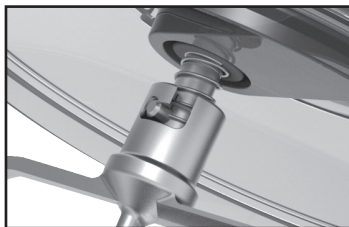

рис.1
7.1.4 Выберите подходящую насадку. Наденьте сменную насадку на вал так, чтобы штифт попал в пазы на насадке и поверните по часовой стрелке до фиксации (рис. 1). Убедитесь, что насадка надежно зафиксирована.